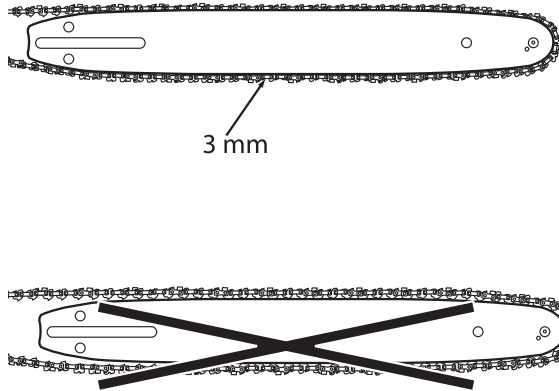

Abb. 10
HINWEIS: Die Sägekette (8) hat die richtige Spannung, wenn diese fest um die Führungsschiene (7) herum gespannt ist und sich trotzdem noch von Hand um die Führungsschiene herum ziehen lässt. In der Mitte an der Unterseite der Führungsschiene soll ein Spiel von maximal ca. 3 mm auftreten (Abb. 10).